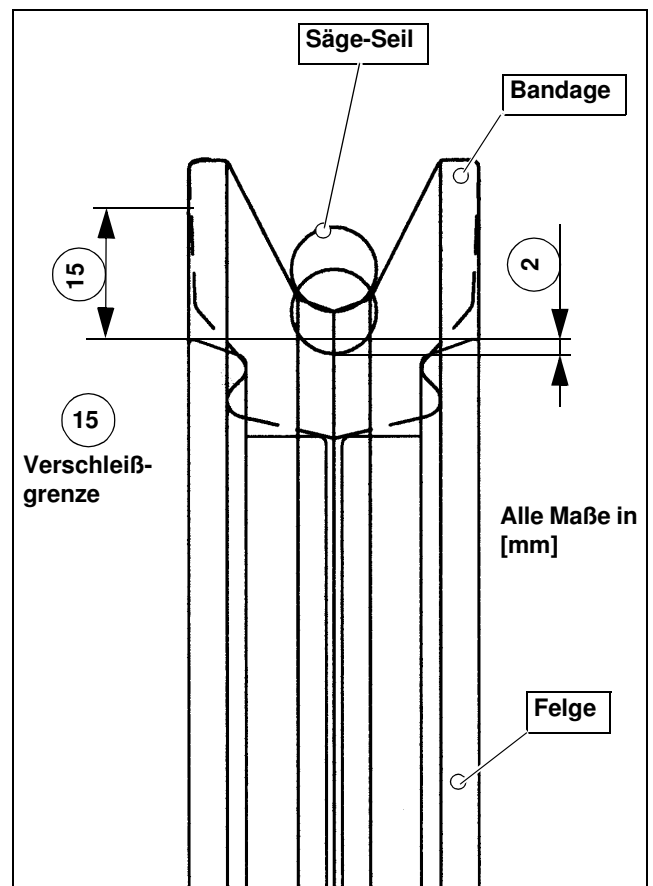

Bild 8.7 Verschleißgrenze(n) der Mini-Schwenkrollen-Bandagen
- Prüfen, messen Sie, ob die Rollen-Bandagen die Verschleißgrenze(n) erreicht haben (Bild 8.7)!